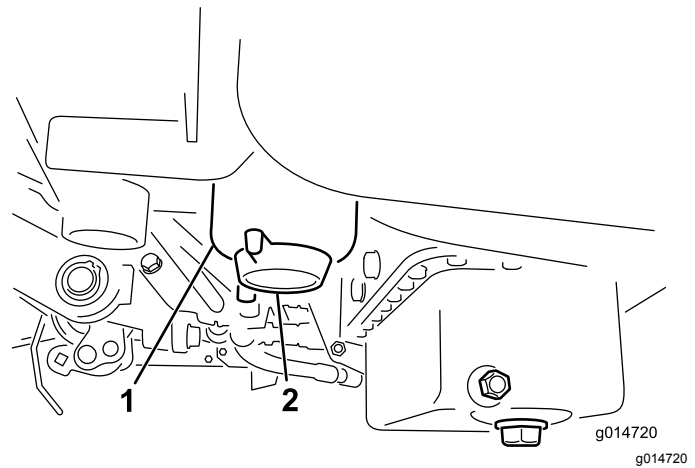

Bild 26
3. Öffnen Sie den Ablassschraube am Kraftstofffilter um ungefähr eine Umdrehung und lassen angesammeltes Wasser ablaufen (Bild 26).